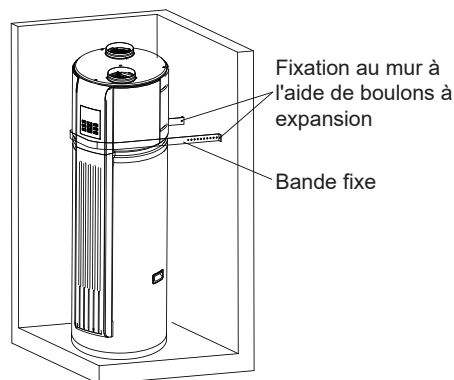

Figure 3-16
- 7) Afin d'éviter tout risque de basculement, veuillez utiliser une unité fixe à bande. La méthode d'installation des bandes de fixation est illustrée à la Figure 3-16, et les deux côtés sont fixés au mur à l'aide de boulons à expansion.